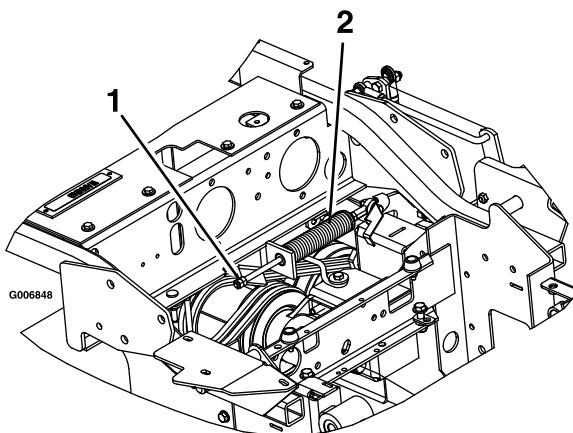

Figure 56
- Localisez le ressort de frein et vissez les deux écrous de blocage au bout de la tige du ressort (Figure 56).